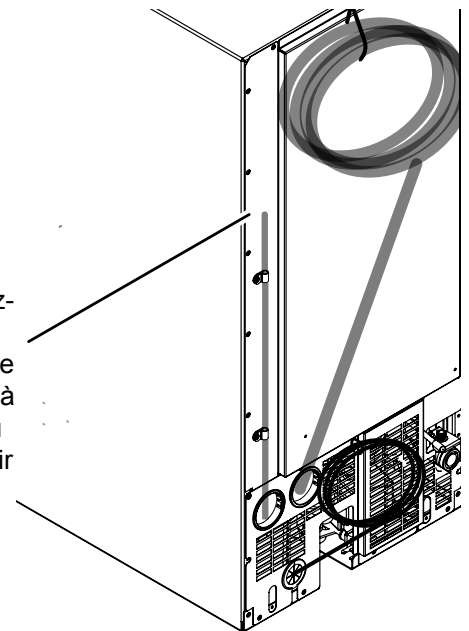

Figure 12: Emplacement du tube de ventilation.
- c. Le tube de ventilation à l'arrière de la machine est bien ouvert (Figure 12).